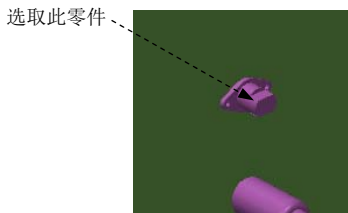
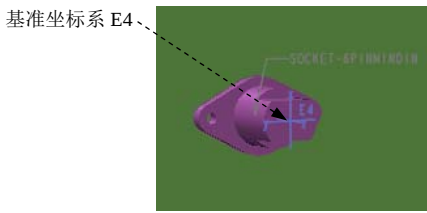

图 17.2.10 指定连接器 2
图 17.2.11 指定入口端
(5) 定义端口类型。在“修改连接器”菜单管理器的 **PORT TYPE (端口类型)** 区域中选择 **WIRE (线)** 命令，在菜单管理器中选择 **Done (完成)** 命令（共选择 2 次），结束连接器 1 的定义。
Step2. 定义连接器 2。在 **缆** 功能选项卡的 **逻辑数据** 区域中单击  按钮中的  按钮，选择 **指定** 命令；在模型中选取图 17.2.10 所示的零件（socket-6pinmindin.prt）为连接器 2，在连接器参数文本框中单击  按钮；在“修改连接器”菜单管理器中选择 **Entry Ports (入口端)**  **Add/Modify (增加/修改)** 命令，选取图 17.2.11 所示的连接器 2 中的基准坐标系 E4 为入口端；在“选择”对话框中单击 **确定** 按钮，在文本框中输入连接器内部的线缆长度值 5，单击  按钮；在菜单管理器的 **PORT TYPE (端口类型)** 区域中选择 **WIRE (线)** 命令，然后选择 **Done (完成)** 命令（共选择 2 次），结束连接器 2 的定义。